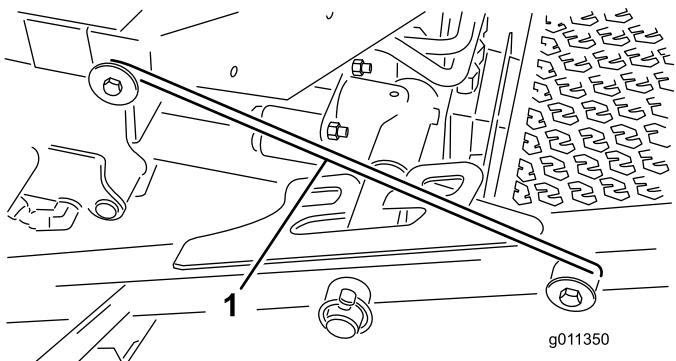

Figura 35
- Desenganche la varilla de bloqueo (Figura 35) del enganche del bastidor de tiro delantero.
- Levante la parte exterior de las carcasas de corte delanteras y coloque la varilla sobre el perno del bastidor montado en la parte delantera de la plataforma del operador (Figura 35).